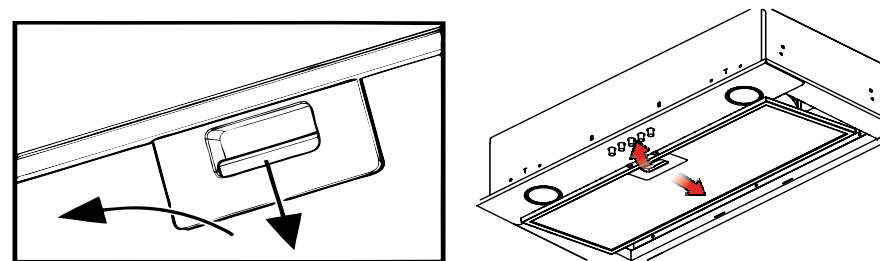

Fig. 10
2. Scoateți filtrul metalic de grăsime (Fig.10, pagina 23);